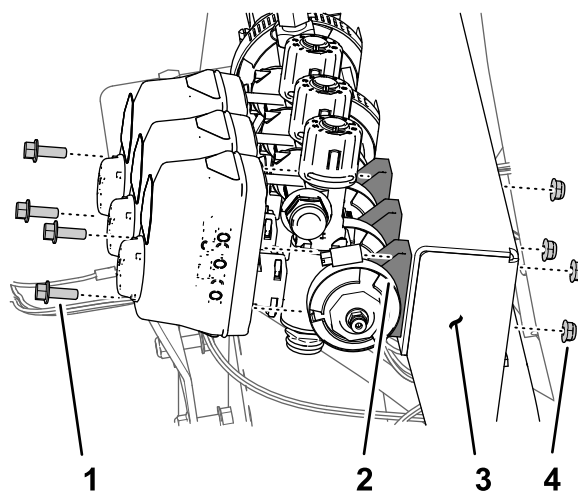

Figura 66
2. Retire los 2 pernos con arandela prensada ($\frac{1}{4}$ " x $\frac{3}{4}$ ") y 2 contratuercas ($\frac{1}{4}$ ") que sujetan la válvula de sección del brazo derecho al soporte del distribuidor (Figura 66).
3. Retire la brida de fijación (40 mm a 64 mm) y la junta (25 mm x 35 mm) que fijan la brida de la válvula de sección izquierda al adaptador (Figura 66).
1. Retire los 2 pernos con arandela prensada ($\frac{1}{4}$ " x $\frac{3}{4}$ ") y 2 contratuercas ($\frac{1}{4}$ ") que sujetan la válvula de sección del brazo izquierdo al soporte del distribuidor (Figura 66).